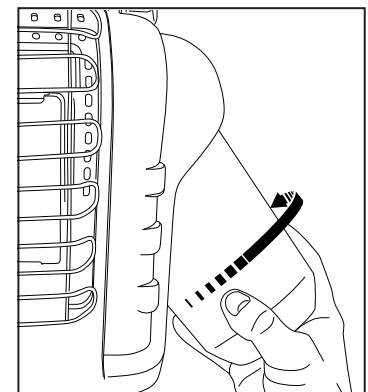

Figura 2: Conecte el depósito de combustible
- Para utilizar con propano: Haga girar el regulador hacia fuera para instalar el depósito fácilmente. Enrosque manualmente el cartucho desechable de suministro de gas propano (G31) de 450 g (1 lb) en el sentido de las agujas del reloj (agarrándolo por la parte inferior) hasta dejarlo bien apretado en el calefactor portátil; consulte la figura 2. NO utilice sellante de roscas en esta conexión.